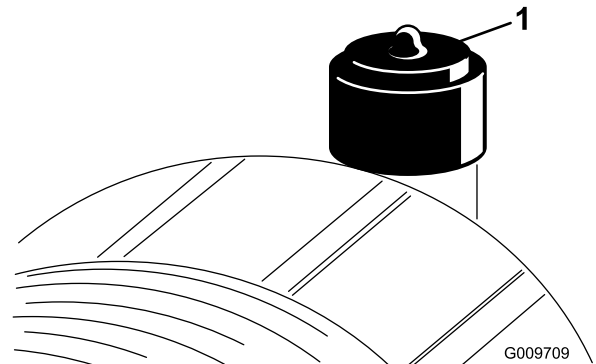

Figura 47
Revise el filtro del limpiador de aire únicamente cuando el indicador de mantenimiento lo requiera (Figura 47). El cambiar el filtro antes de que sea necesario sólo aumenta la posibilidad de que entre suciedad en el motor al retirar el filtro.
2. Reinicie el indicador (Figura 47) si se ve rojo.